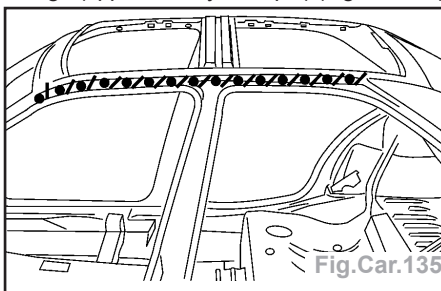

Fig.Car.135
- Appliquer un mastic d'étanchéité et de soudage (application symétrique) (Fig.Car.135).